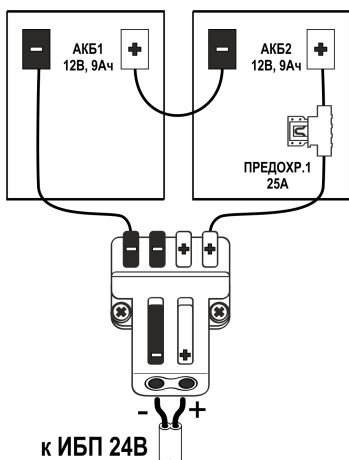
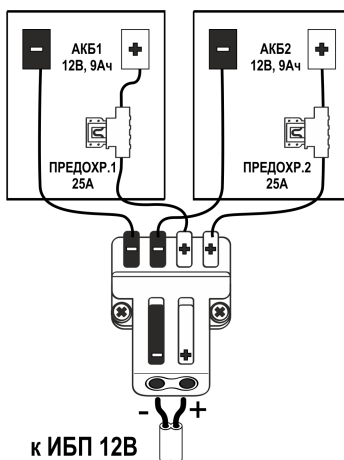

Рис. 2.1.
Рис. 2.2.
В корпусе изделия размещены два свинцово-кислотных необслуживаемых аккумулятора ёмкостью 9Ач, напряжением 12В постоянного тока, соединенных последовательно набором съёмных перемычек и защищенных плавким предохранителем 25А для питания ИБП 24В (см. Рис. 2.1, раздел ПОДКЛЮЧЕНИЕ). Для ИБП 12В применяется параллельное подключение АКБ. В этом случае устанавливается 2 плавких предохранителя 25А (см. Рис. 2.2, второй предохранитель и дополнительные перемычки в комплект поставки не входят).
- Проверьте правильности подключения и полярность перемычек АКБ (согласно схемы на Рис. 2.1 (для ИБП 24В) или Рис. 2.2 (для ИБП 12В))
- Установите новые АКБ и подключите к их клеммам перемычки АКБ в соответствии со схемой соединений (см. Рис. 2.1 или Рис. 2.2), соблюдая полярность;